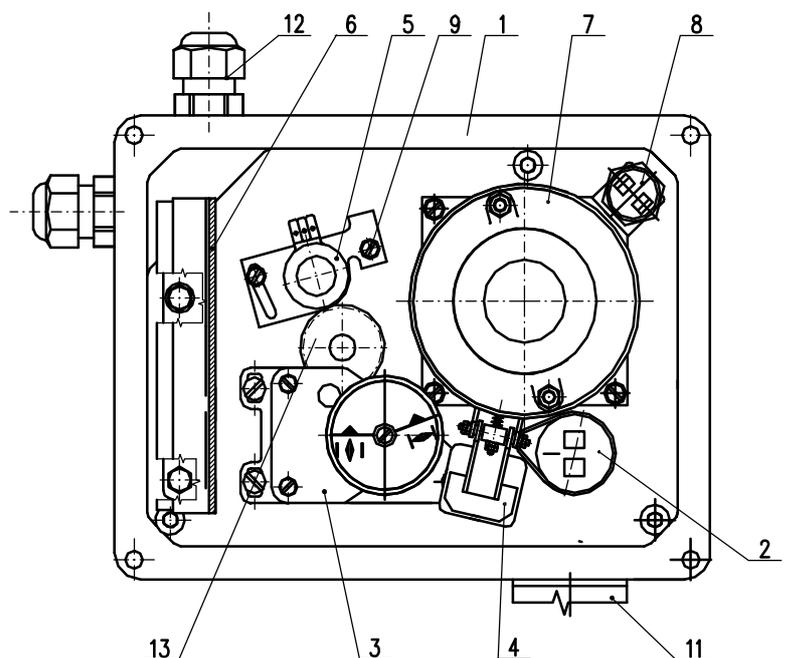

Рис.4
Эта глава описывает установку прибора на высокоспециальные параметры в случае, если произошла перестановка некоторого элемента прибора. Размещение устанавливающих элементов пульта управления изображено на рис.4.
4.2 Установка узла положения и сигнализирования (рис.4)